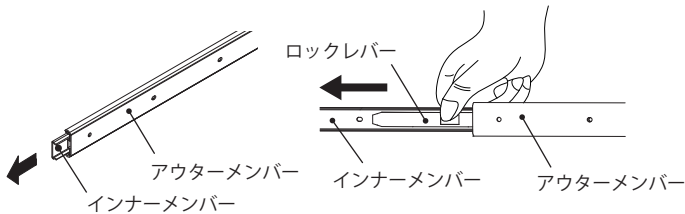

図1
- ①アウターメンバーからインナーメンバーを引出してください。(図1)